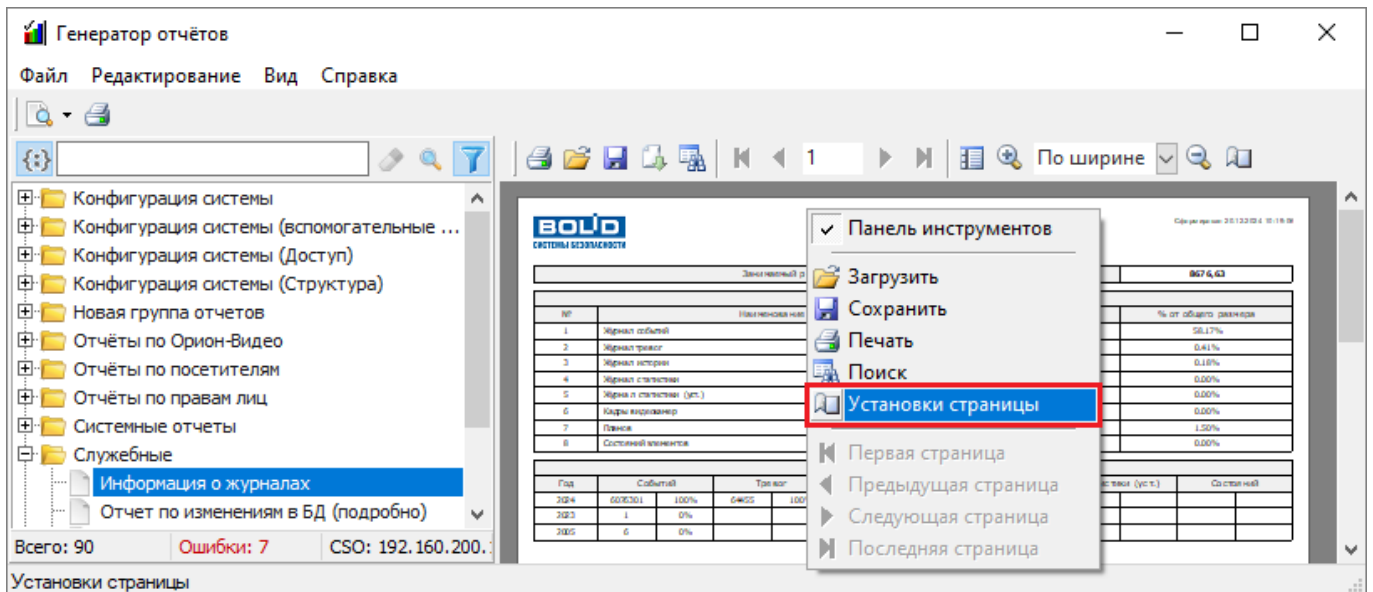

Рисунок 10-337 Вызов окна "Настройки страницы" через контекстное меню области предварительного просмотра
- выберите в контекстном меню области предварительного просмотра (см. п. 10.5.5.1) пункт «Установки страницы» (см. Рисунок 10-337).